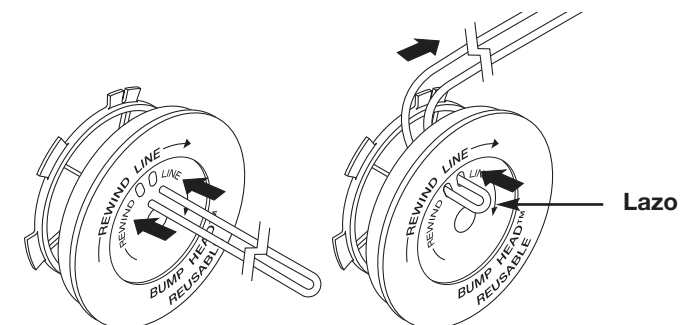

Fig. 18
6. Tome aproximadamente 25 pies (7.6 m) de nueva línea de corte, enlázela en dos longitudes iguales. Inserte cada extremo de la línea a través de uno de los dos orificios del carrete interior (Fig. 18). Pase la línea a través del carrete interior de modo que el lazo sea lo más pequeño posible.